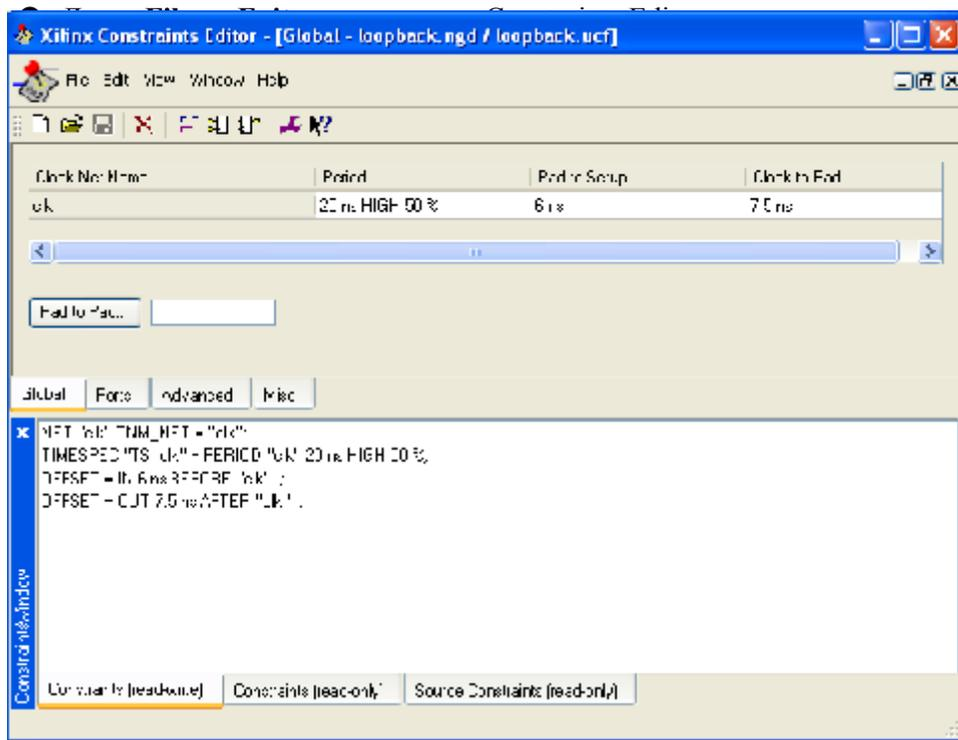

Рисунок 3.7 – Закладка Global в редакторе Constraints Editor
- ❶ Дважды щелкните на пустое поле под заголовком колонки **Pad to Setup**, введите значение **6** для OFFSET и нажмите **“Ok”**. Таким образом, вы ввели ограничение на OFFSET IN (**Рисунок 3-7**)
- ❷ Дважды щелкните на пустое поле под заголовком колонки **Clock to Pad**, введите значение **7,5** для OFFSET и нажмите **“Ok”**. Таким образом, вы ввели ограничение на OFFSET OUT.
- ❸ Выберите **File → Save**